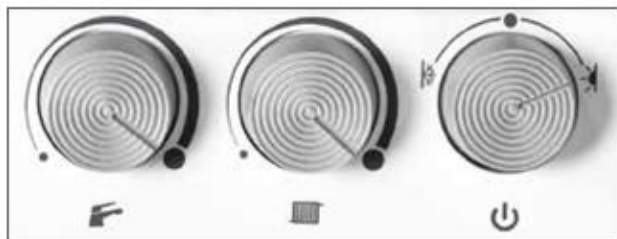

Рисунок 22
**Режим работы "зима":** поверните переключатель влево в сторону знака "зима". (Рисунок 22). В этом режиме обеспечивается работа в режиме централизованного отопления и одновременного подогрева воды в контуре горячего водоснабжения. При помощи ручки регулятора температуры отопления установите температуру в контуре отопления в диапазоне 40°C - 80°C, а при помощи ручки регулятора температуры ГВС установите температуру контура горячего водоснабжения в диапазоне 35°C - 64°C.